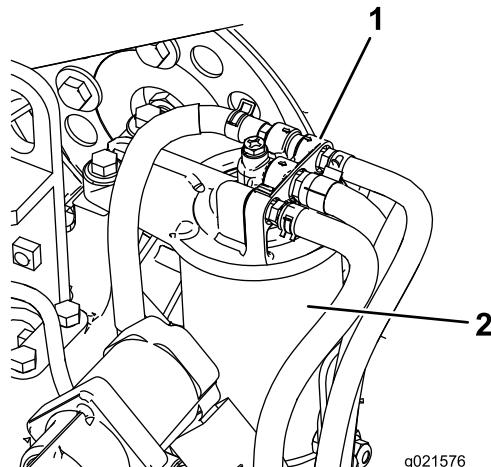

図 60
1. 燃料フィルタのヘッドの周囲をきれいに拭く図 60。
2. フィルタを外してフィルタヘッドの取り付け部をきれいに拭く図 60。